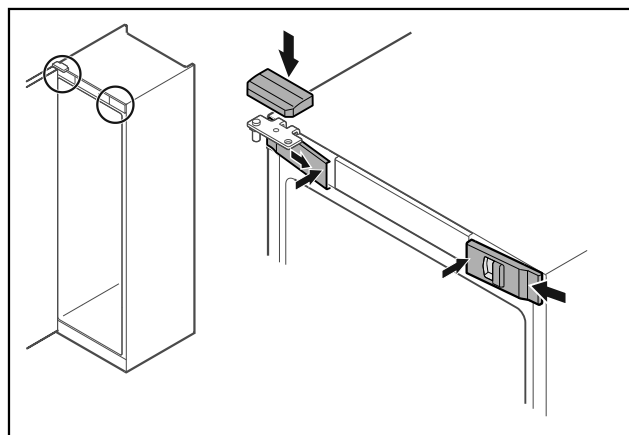

Fig. 52
- Voorste afdekkingen Fig. 52 (1) zijdelings aanbrengen en van binnen vastklikken.
- Bovenste afdekking Fig. 52 (2) van boven vastklikken.